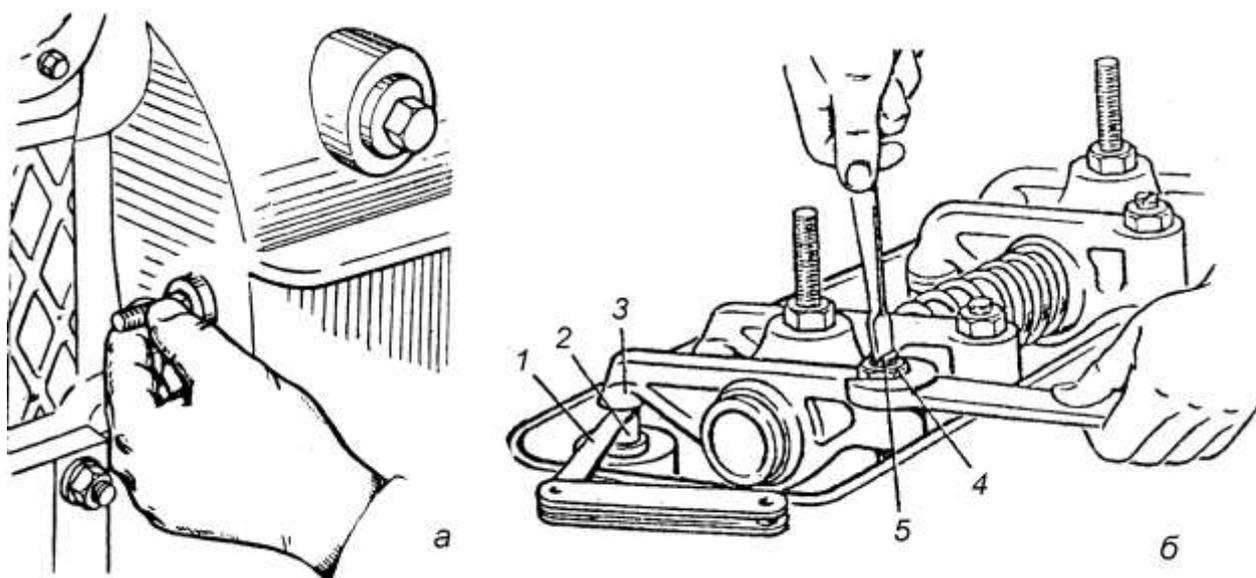

Рис. 3. Проверка и регулировка теплового зазора в клапанном механизме:
5. Установите поршень первого цилиндра в ВМТ на такте «сжатия». Для определения такта «сжатия», медленно поворачивая коленчатый вал за болт крепления шкива (Д-240) или храповик (А-41), добейтесь того, чтобы в первом цилиндре сначала открылся и закрылся один клапан (выпускной) и сразу вслед за ним открылся и закрылся другой клапан (впускной). После этого выверните из картера маховика установочный щуп (шпильку) и вставьте её другим концом в это же отверстие (рис. 3, а). Медленно поворачивайте коленчатый вал, одновременно нажимая на шпильку, пока она не утопится в углублении маховика.
Для этого (рис. 3, б) отпустите контргайку регулировочного винта коромысла и, вращая отверткой регулировочный винт, установите с помощью щупа требуемый зазор (щуп, вставленный между торцом клапана и бойком коромысла, должен перемещаться с лёгким натягом). Удерживая винт отверткой, затяните контргайку и ещё раз тщательно проверьте величину зазора.